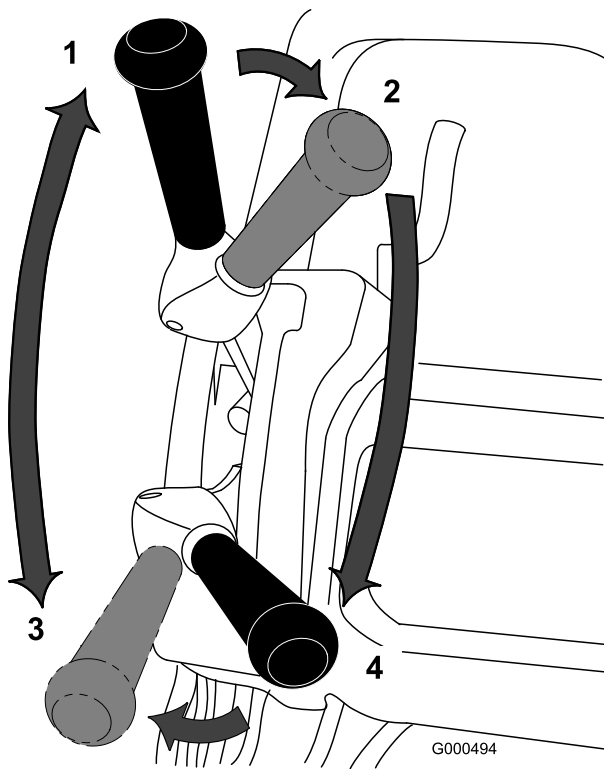

Figura 30
1. Ligue a máquina, regule o controlo de velocidade para a posição Zero, empurre a pega para baixo para elevar a unidade de corte, pressione o controlo de presença do operador, mova a alavanca de tracção para a posição Engaged (Figura 30) e aumente, gradualmente, a definição de controlo de velocidade para transportar o cortador para uma ponta do relvado.
3. Desengate a alavanca de tracção e, em seguida, mova-a para a esquerda e para a frente, engatando a tracção e transmissão do cilindro (Figura 30).